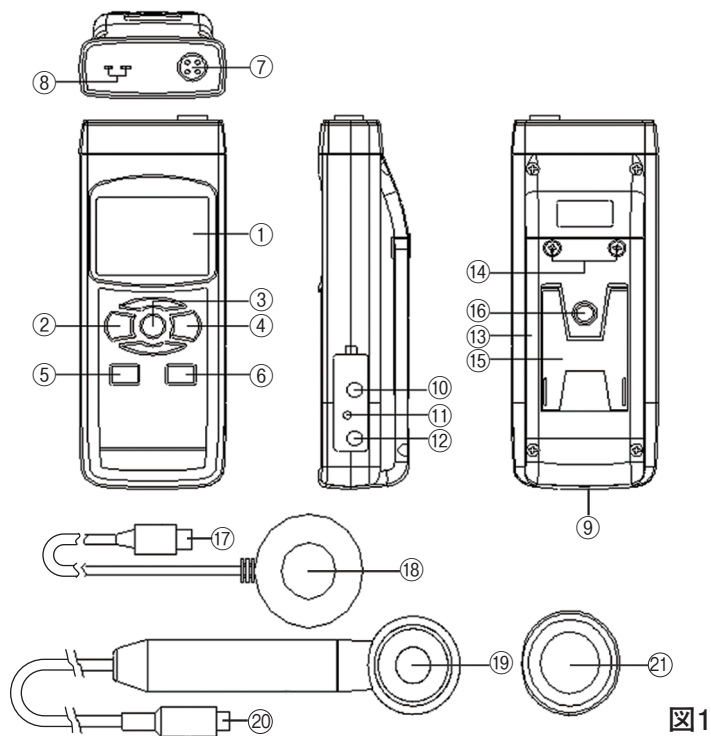

図1
まず初めに、データロガー等の機能を有効にするために、現在時刻等の設定等を行う必要があります。POWER(電源)ボタン(②、図1)を押して、本器の電源を入れます。また、このボタンを2秒以上長押しすると電源が切れます。
電源を入れた状態でSETボタン(⑤、図1)を2秒以上長押しすると「SET dAtE」と表示部(①、図1)に表示され、「初期設定」モードに入ります。そしてNEXTボタン(③、図1)を一回ずつ押す毎に下記の8つの設定画面に切り替わります。
備考: 「初期設定」機能を実行中にESCボタン(②、図1)を押すと、「初期設定」機能が終了し、通常測定画面に戻ります。
(1) ENTERボタン(④、図1)を1回押します。▲ボタン(⑥、図1)または▼ボタン(⑤、図1)を押して、値を調整してください。希望する値を設定し、再度ENTERボタン(④、図1)を一度押すごとに、次の値の調整に移ります。最初に年(yy)の値を設定し、次に月(mm)の値を設定し、さらに日(dd)、時間(h)、分(m)、秒(s)へと移行します。
(2) 最後に、ENTERボタン(④、図1)を一回押します。
- (1) ▲ボタン(⑥、図1)または▼ボタン(⑤、図1)を使用して上段に表示されるテキストを「bASIC」または「Euro」に設定します。
- (2) 最後に、ENTERボタン(④、図1)を押します。
- (1) ▲ボタン(⑥、図1)または▼ボタン(⑤、図1)を使用して上段に表示されるテキストを「yES」または「no」に設定します。
(2)最後に、ENTERボタン(④、図1)を押します。
(1)▲ボタン(⑥、図1)または▼ボタン(⑤、図1)を使用して表示部(①、図1)右側に表示される値を「K」または「J」に設定してください。
(1)▲ボタン⑤(図1)または▼ボタン⑥(図1)を使用して、画面上段に表示されるテキストを「C」または「F」に合わせます。
(1)▲ボタン(⑥、図1)または▼ボタン(⑤、図1)を使用して下記のいずれかの値に設定します。
(2)最後に、ENTERボタン(④、図1)を一度押します。
- (1) ▲ボタン(⑥、図1)または▼ボタン(⑤、図1)を押して、上段に表示されるテキストを「yES」または「no」に設定してください。
- (2) 上の値を「yES」に設定し、ENTERボタン(④、図1)をもう一度押すと、画面には「yES Ent」というテキストが表示されるので、本当にSDカードのフォーマットを実行する場合はもう一度ENTERボタン(④、図1)を押し、確定してください。SDカードのフォーマットが行われ、SDカードに保存されている既存のデータが消去されます。
上の値を「no」に設定し、ENTERボタン(④、図1)を押した場合、SDカードはフォーマットされません。
- (1) POWER(電源)ボタン(②、図1)を押して本器の電源を入れます。
- (2) 本器は、以下の3つの測定モードを選択することができます。
FUNC.ボタン(③、図1)を長押しすると、以下の測定モードに順番に切り替わります。
- (1) UVAセンサーソケット(②、図1)をUVセンサー入力ソケット(⑦、図1)に差し込みます。
- (2) FUNC. ボタン(③、図1)を押し続け、UVAの測定モードにすると表示部(①、図1)に「A」と「mw/cm²」が表示されます。UVAセンサーカバー(②、図1)を装着した状態でZeroボタン(⑥、図1)を3秒間押し続けると電子音が鳴り(操作音がONに設定されている場合)0.000と表示されゼロ調整オフセットが完了します。
- (3) センサーカバー(②、図1)を外してUVAセンサー(②、図1)を測定する光源に垂直に向けて下さい。
- (4) 表示部(①、図1)に測定値が表示されます。
- (5) 測定値が1.999mW/cm²を超えると自動的にレンジが切り替わります。
- (1) UVCセンサーソケット(⑱、図1)をUVセンサー入力ソケット(⑦、図1)に差し込みます。
- (2) FUNC. ボタン(③、図1)を押し続け、UVCの測定モードにすると表示部(①、図1)に「C」と「mw/cm²」が表示されます。UVCセンサー(⑱、図1)を手のひらで覆ってUVCセンサーへの光の侵入を遮断してください。Zeroボタン(⑥、図1)を3秒間押し続けると電子音が鳴り(操作音がONに設定されている場合)0.000と表示されゼロ調整オフセットが完了します。
- (3) UVCセンサー(⑱、図1)を測定する光源に垂直に向けて下さい。